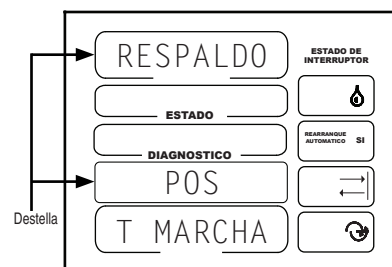

Figura 62-3
1. POSICIÓN DE RESPALDO debe estar destellando. Vea la Figura 62-3.
1. LONGITUD - debe estar destellando. Vea la Figura 62-3.